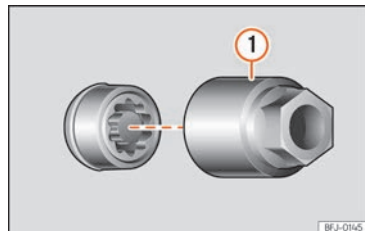

Abb. 218 Diebstahlhemmende Radschraube mit Abdeckkappe und Adapter
- Setzen Sie den Spezialadapter »» (Abb. 218) ① (Bordwerkzeug »» S. 306) bis zum Anschlag in die diebstahlhemmende Radschraube ein.